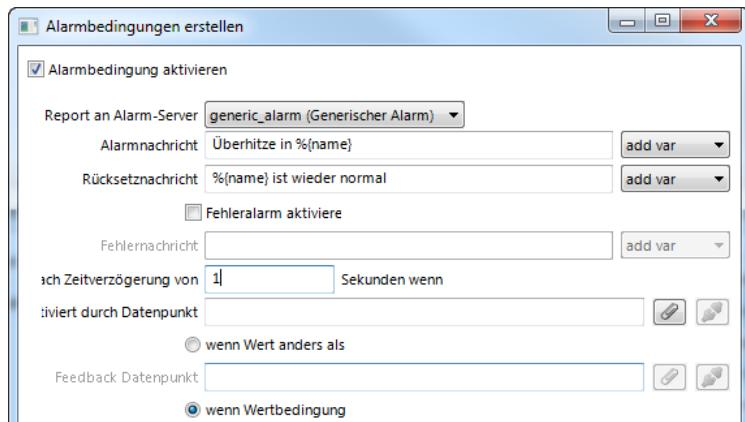

Abbildung 28: Allgemeine Einstellungen für eine Alarmbedingung.
3. Editieren Sie die folgenden Einstellungen, die auf alle Alarmbedingungen zutreffen wie in Abbildung 28 dargestellt. Wählen Sie den **Alarm-Server**, an den Alarne gemeldet werden sollen. Typischerweise wird hier ein generischer Alarm-Server ausgewählt.